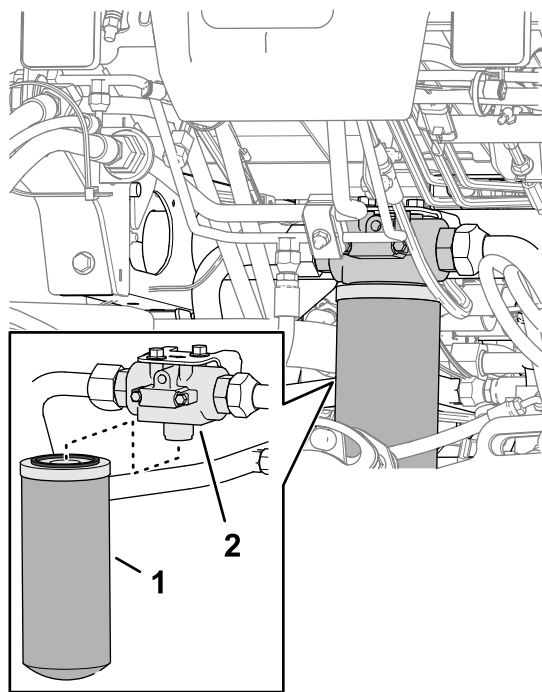

図 149
2. 機体前側で、戻りオイルフィルタの下にオイル受けを置く 図 149。